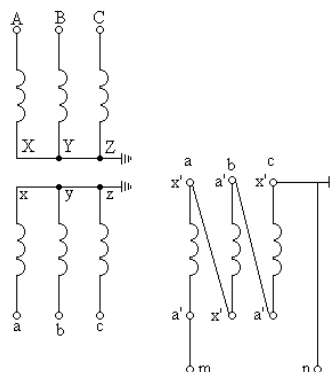

Рис.6
3. Определить напряжение на выходных зажимах тп фильтра напряжения нулевой последовательности, у которого вторичная обмотка фазы в подключена неправильно (см. рис.6) – перепутаны начало и конец обмотки, по данным: междуфазное напряжение в месте установки TV0 равно 105 кВ; коэффициент трансформации между первичной обмоткой и обмоткой фильтра равно  $n_{U0} = \frac{110/\sqrt{3}}{0,1}$ .